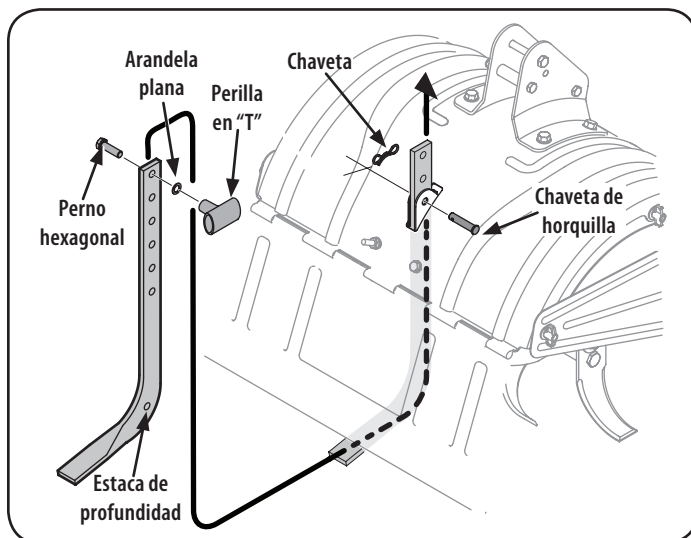

Figura 1
2. Desenrosque la perilla en "T" de la parte superior de la estaca de profundidad y retire la arandela plana y el perno hexagonal. Saque el chaveta del pasador de horquilla. Vea la Figura 1.
5. Inserte un perno hexagonal en el orificio superior del montaje de la estaca de profundidad. Coloque la arandela plana sobre el perno hexagonal y enrosque la perilla en "T" en el perno hexagonal. Ajuste bien. Vea la Figura 1.